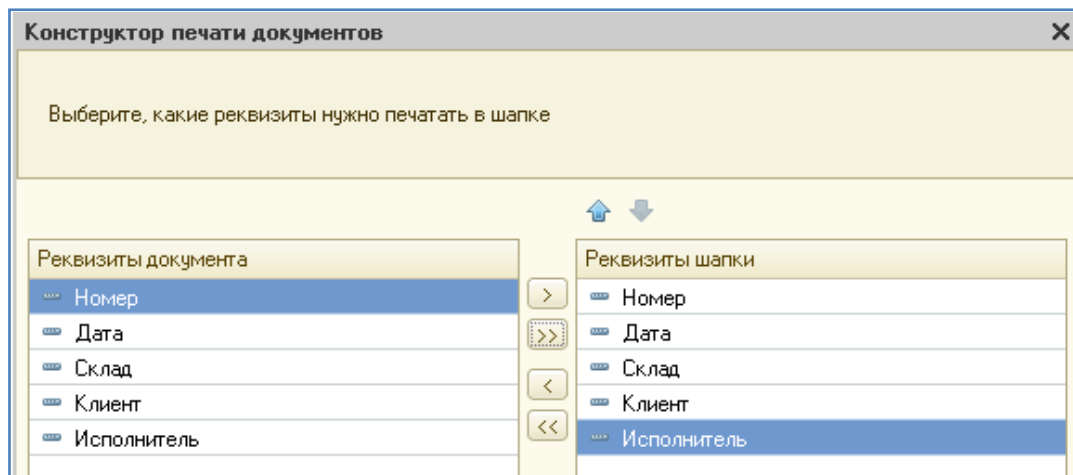

Рис. 26. Работа с конструктором печати
4. На втором шаге определяем, что все реквизиты документа будут отражены в шапке печатной формы (рис. 26). Нажать Далее.